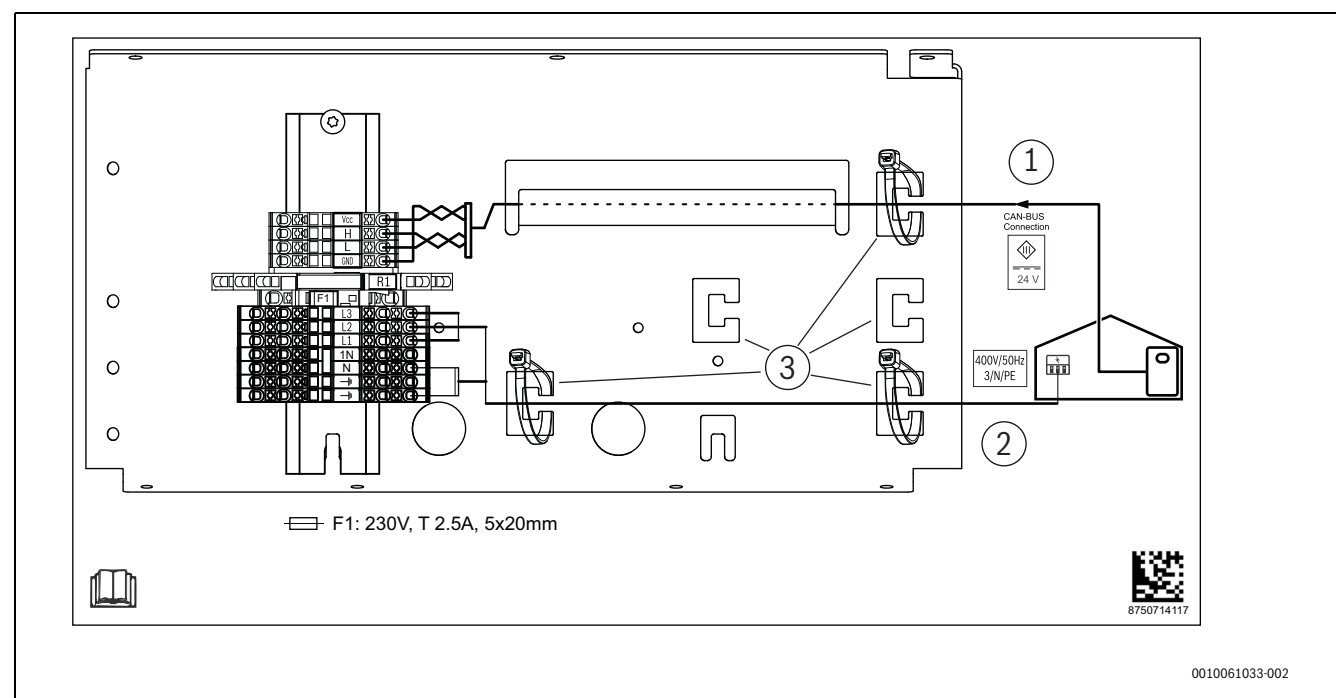

Fig. 44 Bornes de raccordement dans la zone de raccordement de l'installation
- Faire passer le câble de raccordement pour le CAN-BUS et l'alimentation dans les gaines jusqu'à la zone d'installation. Pour l'interface électrique, → figure 44.
- Raccorder le câble comme indiqué dans → figure 44.